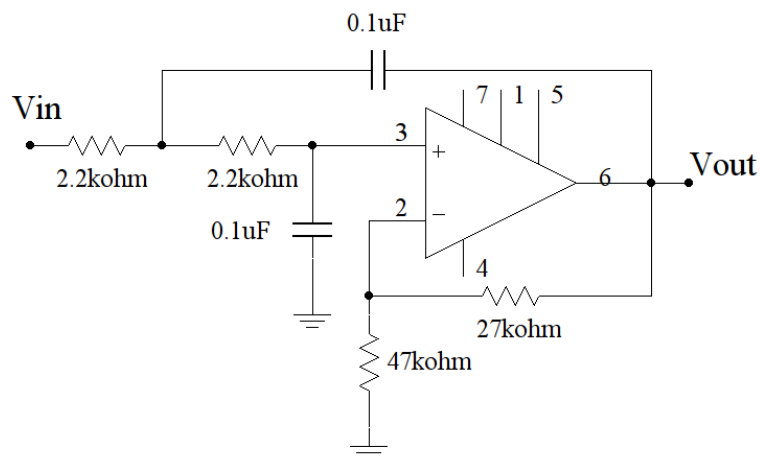

Figura 3: Filtro activo.
- Armar el filtro activo de la Figura 3 alimentando el operacional con tensiones de ± 12 V.